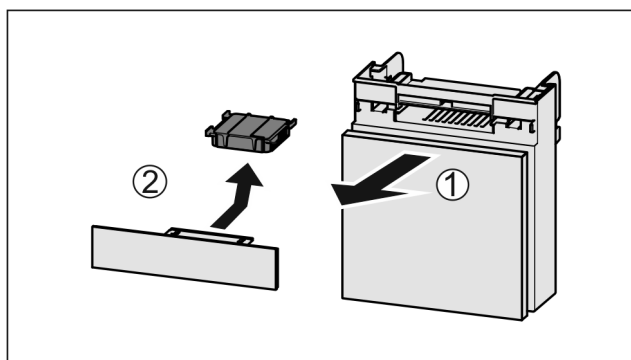

Fig. 186
- Zásuvku vytáhněte dopředu Fig. 186 (1).
- Filtr s aktivním uhlím vyjměte Fig. 186 (2).